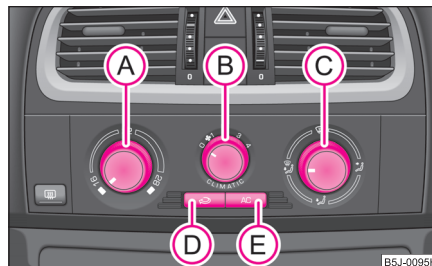

Fig. 84 Climatic: Elementele de comandă
Instalația de climatizare funcționează numai când tasta **AC** ⇒ pagina 78, fig. 84 **E** este apăsată și se îndeplinesc următoarele condiții:
- Rotiți regulatorul rotativ **A** ⇒ fig. 84 spre dreapta pentru a mări temperatura.
- Regulatorul  ⇒ pagina 78, fig. 84 pe temperatura selectată de dvs. (noi recomandăm 22 °C)
- Apăsați comutatorul  ⇒ pagina 78, fig. 84, simbolul din comutator  se aprinde.
Când regulatorul (C) se află în poziția  ⇒ pagina 78, fig. 84, recircularea aerului este oprită automat. Prin apăsarea repetată a tastei  puteți porni recircularea aerului și în această poziție.
Admisia aerului prin fiecare gură de ventilație se reglează de la regulatorul  ⇒ pagina 78, fig. 84. Gurile de ventilație **3** și **4** se pot deschide și închide separat:
Prin gurile de ventilație deschise este admis aer încălzit, rece sau răcit, în funcție de poziția regulatorului  ⇒ pagina 78, fig. 84 și de condițiile climaterice. ■